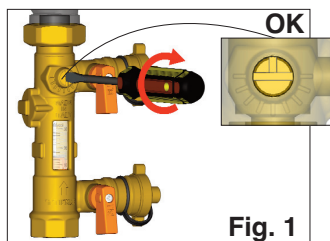

Fig. 1
- Cu ajutorul unei surubelnite rotiți surubul din fig.1 până la poziția corectă;
- Cu ajutorul unei șurubelnițe rotiți șurubul din fig.1 până la poziția corectă;
- Mit Hilfe eines Schraubenziehers die in der Abb. 1 angegebene Schraube in die korrekte Stellung drehen;